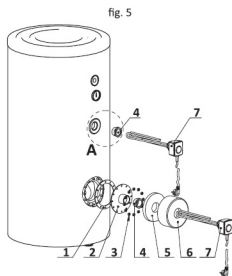

fig. 5
- Racordarea la mufa încălzitorului de apă marcat cu „HE” sau „EE” - fig. 5.